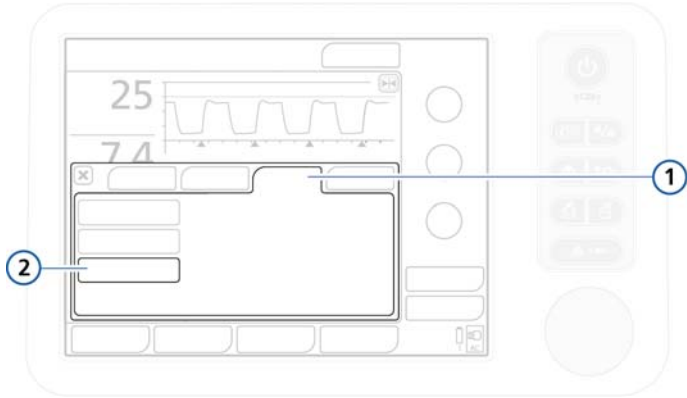

Figure 7-9. Graphics tab
2. Touch the **Graphics** tab. See Figure 7-9.